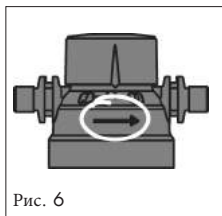

Рис. 6
2. Обратите внимание на правильное направление направления потока (см.рис.6).